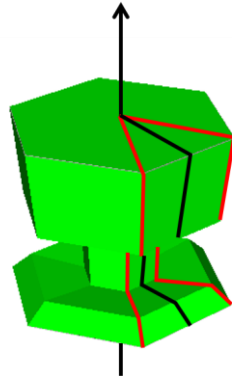

Fig.3 黒の折れ線はモデルの断面線、赤の折れ線は切開される側面の境界線
* スクリーン上の黒の折れ線はモデルの断面線の形状、赤の折れ線は切開される側面の境界線の形状 [Fig.3]